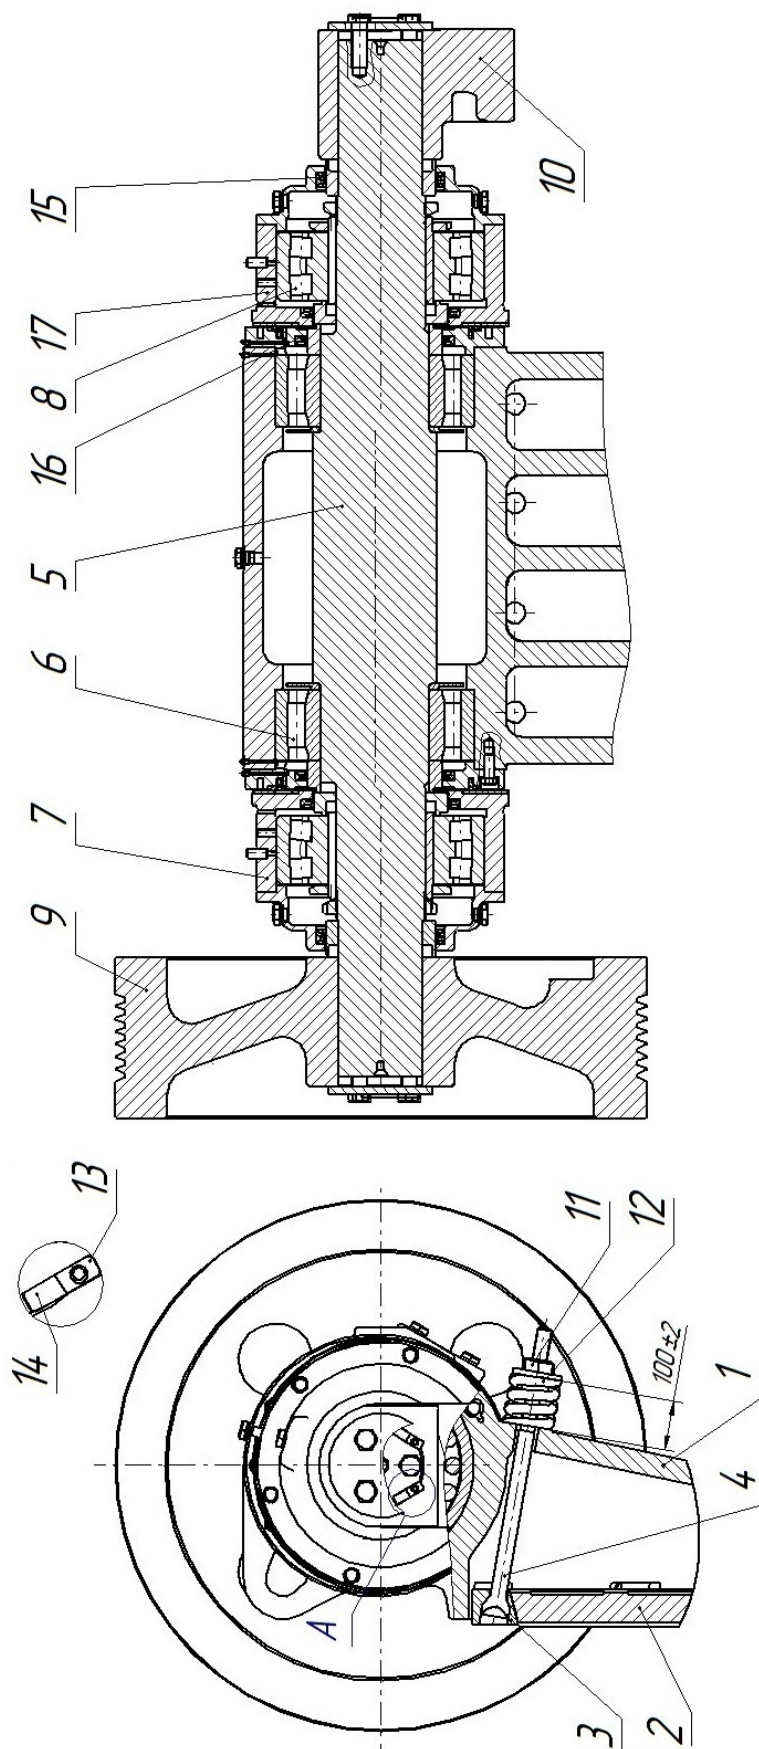

Рис. 5
Узел «Щека в сборе» (рис. 5) состоит из щеки 1, дробящей плиты 2, закрепленной в щеке с помощью клина левого и правого 3 и болтов 4, эксцентрикового вала 5, установленного в щеке на подшипниках 6. На эксцентриковом валу монтируются коренные подшипники 8, установленные в стаканах 7 и 17. На валу устанавливается шкив 9 и дебаланс 10, которые крепятся при помощи тангенциальных шпонок 13 и 14.
Посадка подшипников 6 (рис. 5) на валу требует монтажа в нагретом состоянии. Нагреву подлежат внутренние обоймы подшипников 6, стаканы 7. Нагрев осуществляется в масляной ванне. Во избежание снижения твердости обойм подшипников температура масла не должна превышать 90°C. Для демонтажа подшипников 8 со стаканами 7 снять крышку, отвернуть гайку и съемником снять стакан вместе с подшипником.
При установке «щеки в сборе» в станину совмещение торцев буртиков на стаканах с торцев выточек в отверстиях корпусов станины достигается перемещением стакана 7 (рис. 5) в осевом направлении. Перемещение стакана относительно подшипника возможно из-за наличия зазоров между торцевыми поверхностями наружного кольца подшипника и смежными деталями.
- а) смазав посадочные поверхности, установить шкив (маховик) на эксцентриковый вал до плотного прилегания ступицы к буртику вала (рис. 5);